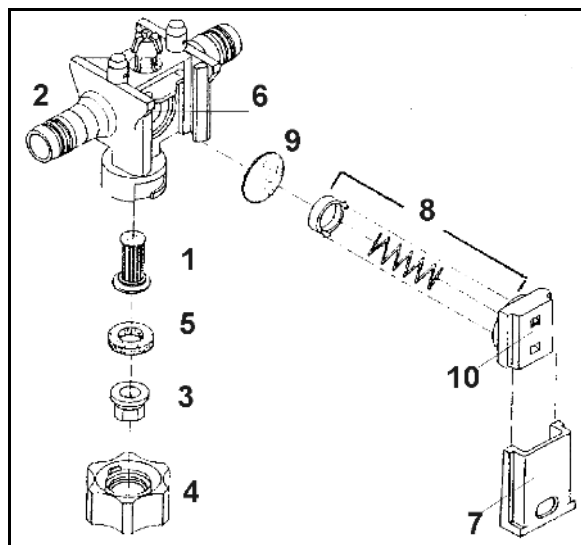

Fig. 154
Skoddets fastgørelse skal kontrolleres fra tid til anden (Fig. 154/7).
- Hertil skal skoddet trykkes så langt ind i dyseholderen (Fig. 154/2) som det er muligt, med et moderat tryk med tommelfingeren.
- Monter dysefiltret (Fig. 154/1) i dyseholderen nedefra (Fig. 154/2).
- Dysen (Fig. 154/3) sættes ind i bajonetmøtrikken (Fig. 154/4).
- Montering af gummipakning (Fig. 154/5) over dysen.
Aflejringer i membransædet (Fig. 154/6) er årsagen, hvis dysen **ikke** drypper, efter at bommen er koblet fra. Membranerne skal så rengøres på følgende måde:
- Skoddet (Fig. 154/7) trækkes ud af dyseholderen (Fig. 154/2) i retning mod bajonetmøtrikken.
- Fjederelement (Fig. 154/8) og membran (Fig. 154/9) h tages ud.
- Membransædet (Fig. 154/6) rengøres.
De skal være opmærksom på, at fjederelementer bliver monteret korrekt. Kanterne i højre og venstre side på huset til fjederelementet (Fig. 154/10) skal pege op mod bomprofilen når den monteres.